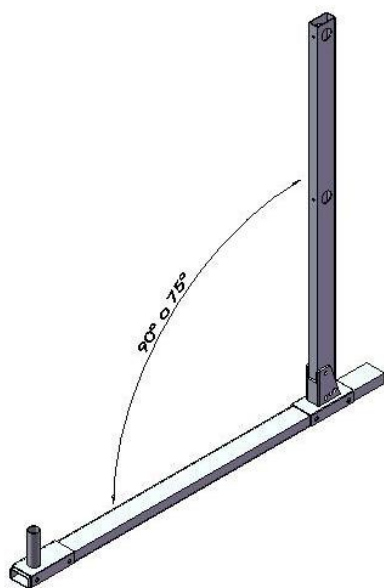

fig. 4
Montaggio (fig. 4 - 5 - 6 - 7 - 8)
- Posizionare i due tubolari che formano il montante ad L nella posizione idonea (a 90° oppure a 75°) facendo attenzione che la recinzione (estradosso del corrimano) deve avere un'altezza minima rispetto il piano di lavoro di 1100 mm (fig. 4 a pag 8);